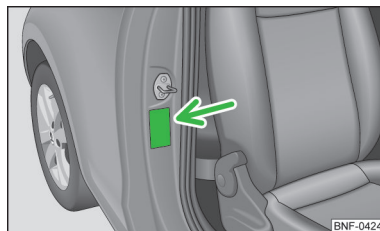

Fig. 10
- Pe stâlpul B, pe partea pasagerului față » fig. 10. Eticheta poate fi observată după deschiderea portierei pasagerului față.